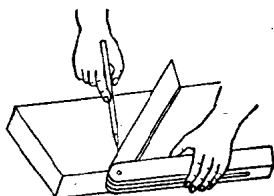

图 1-7 划角度线
1.划角度线 先将活动尺翼按需要的角度调整好，然后左手握尺柄，将尺柄紧贴在木料的直边上。右手拿笔，沿尺翼外边划线(图1-7)。